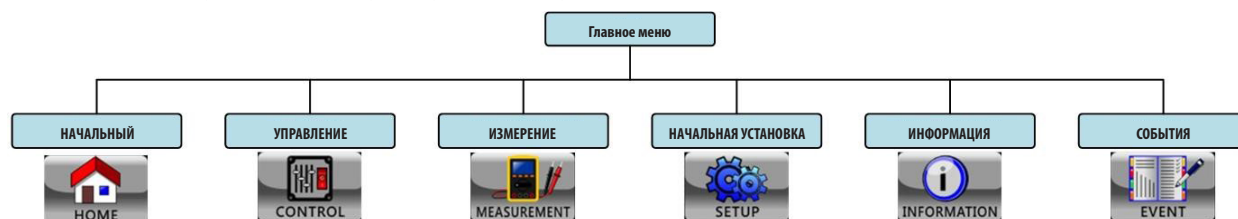

Рис. 4.4 Дерево меню
- 3 Главное меню:** для входа в нужное подменю следует коснуться соответствующего значка. Дерево меню представлено на рис. 4.4.